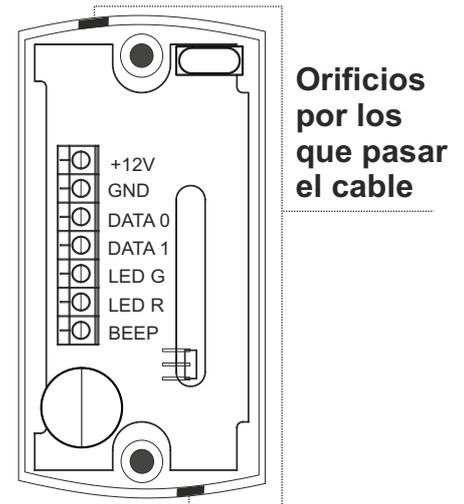

Figura 3.
3. Retire la delgada pestaña situada en el lateral de la carcasa por la cual debe salir el cable (figura 3) y pase el cable a través del orificio que queda libre. Cuando se alimente eléctricamente el lector, se encenderá el led rojo.